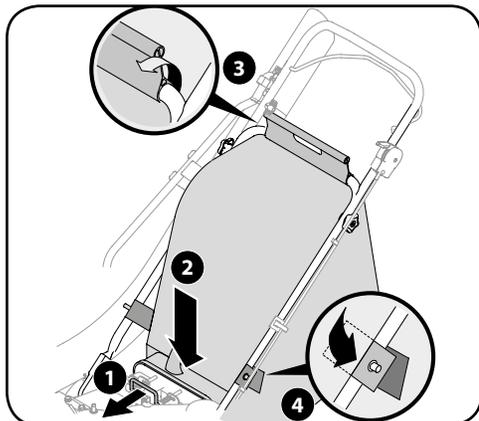

Рисунок 3-6
1. Одной рукой возьмитесь за ручьятку мешка и переместите другой рукой зажимной стержень на монтажном кронштейне в сторону двигателя. При перемещении зажимного стержня используйте торец монтажного кронштейна как рычаг. См. рисунок 3-6.
3. Поместите на мешок нижние жгуты поверх нижней ручьятки и прикрепите их к выступам. См. рисунок 3-6.